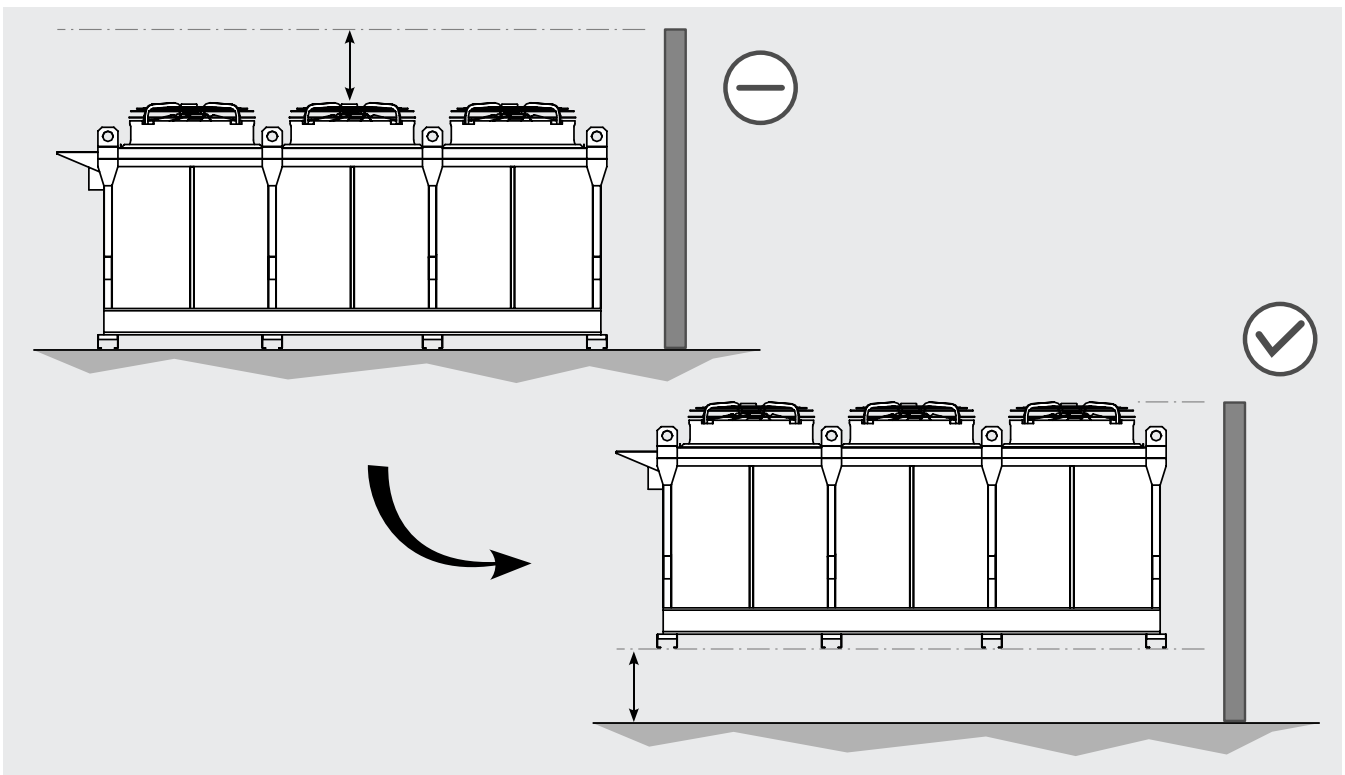

Figura 7
4.8 En caso de instalación cerca de un obstáculo (pared, seto, cortavientos, etc.), si es posible, eleve el modelo para que la salida del ventilador quede más alta o al menos al mismo nivel que el borde superior del obstáculo. Véase la Figura 7.